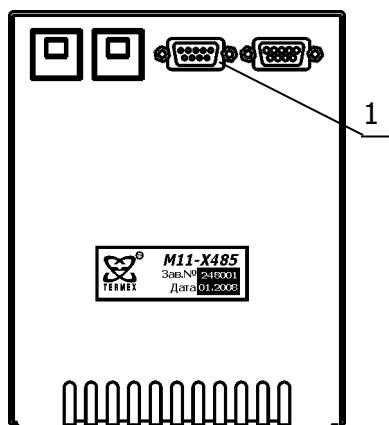
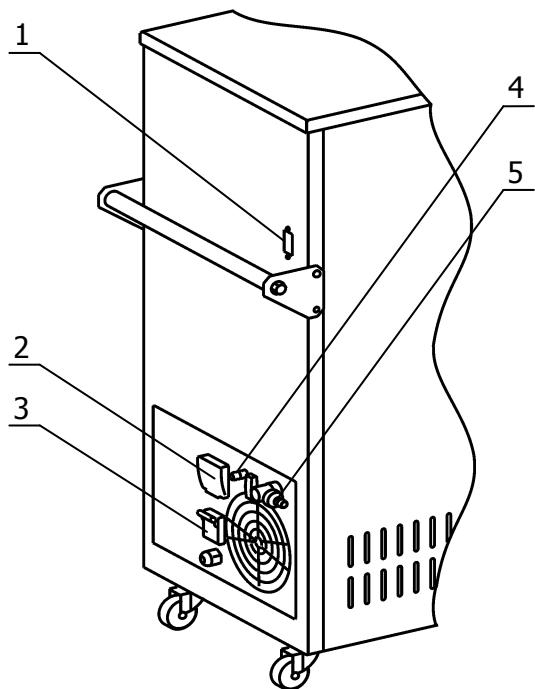

Рисунок 4 — Задняя панель блока регулирования температуры
Рисунок 5 — Боковая панель корпуса термостата
2.2.4 Установить под выходным патрубком 4 (рисунок 5) емкость объемом не менее 1.5 л для сбора излишков теплоносителя. Заполнить термостат теплоносителем (1.2.6) через верх рабочей ванны. Жидкость следует наливать (доливать) в ванну термостата до момента начала ее слива из выходного патрубка.
2.2.6 Вставить вилку шнура электропитания блока регулирования в розетку 2 (рисунок 5). Соединить кабелем из комплекта поставки блок регулирования (разъем 1, рисунок 4) и холодильную машину (разъем 1, рисунок 5). Шнур электропитания термостата подключить к сети напряжением 220 В, при этом автоматический выключатель 3 (рисунок 5) должен быть выключен.
2.2.7 Автоматический выключатель 3 перевести в положение включено (рисунок 5)
2.2.8 При проведении работ по очистке термостата, слить теплоноситель через сливной кран 5 (рисунок 5).